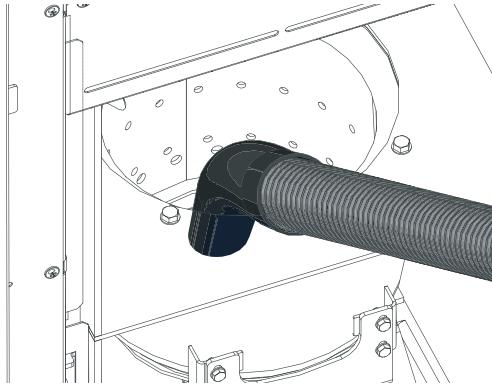

Fig. 58 Primärluftrohr in der Mitte des Brennerkopfes aussaugen
- ▶ Verbrennungsrückstände im Brennerkopf mit Staubsauger absaugen. Asche auch aus Primärluftrohr (in der Mitte des Brennerkopfes) saugen – Fig. 58.
- ▶ Vor dem Einsetzen des Primärluftdornes noch einmal das Primärluftrohr in der Mitte des Brennerkopfes aussaugen – Fig. 58. Es dürfen keine Rückstände im Rohr sein (Beschädigung Zündelement!).